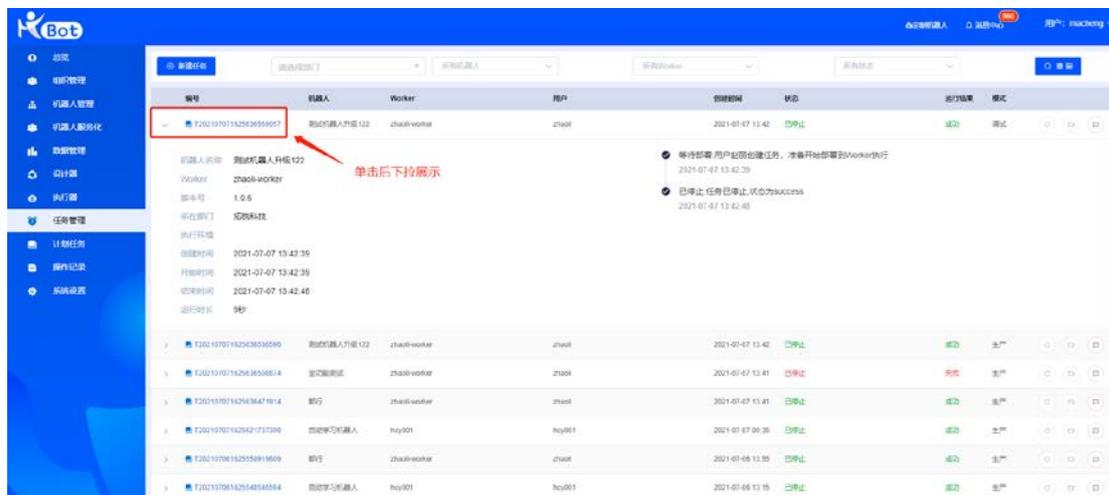

图 57
- **任务详细信息：**每一条任务记录，都可以点击后下拉展示详细信息以及任务执行的过程记录，如图 57。